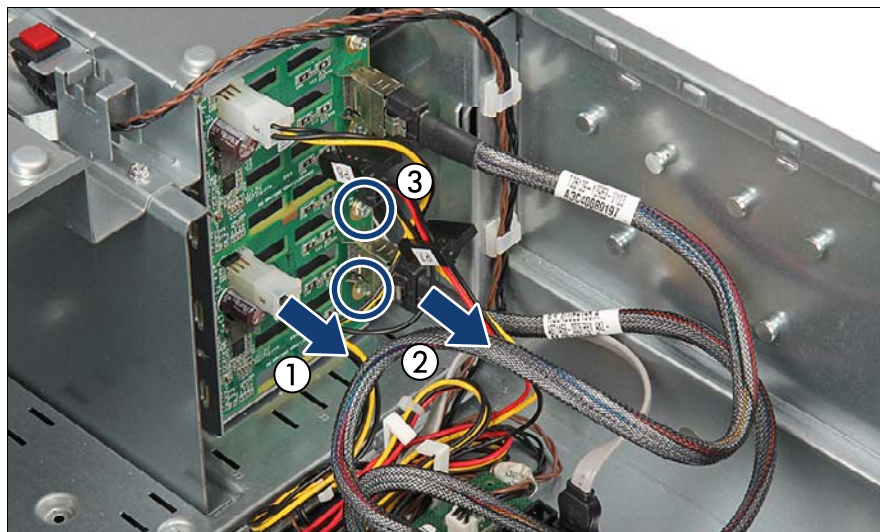

図 49: ケーブルの取り外し
- ▶ SAS/SATA バックプレーンを、やや傾けながらケースの 2 つのガイドに合わせます (1)。
- ▶ SAS/SATA バックプレーンを倒します (2)。
- ▶ SAS / SATA バックプレーンを 2 本のネジで固定します (図 49 を参照)。